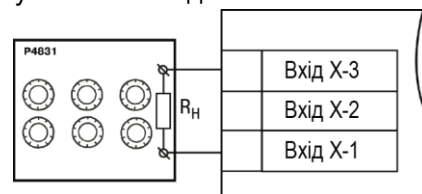

Рисунок 8.1 – Підключення магазину опорів
1. Підключити до пристрою магазин опорів типу P4831 або аналогічний йому з класом точності не нижче 0,05 за трипроводовою лінією (рисунок 8.1). Опори проводів у лінії мають бути рівними один одному і кожен не повинен перевищувати величину 15 Ом.